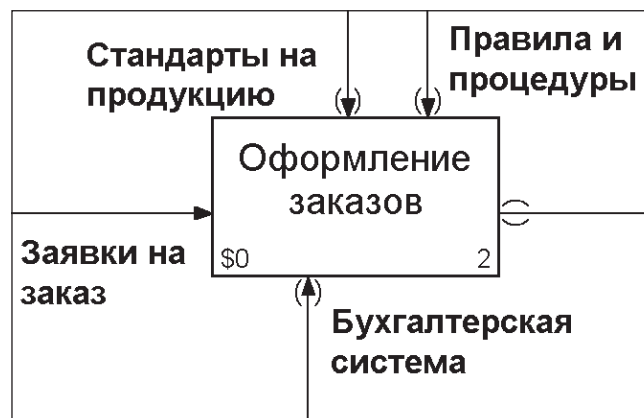

Рис. 15.3. Работа «Оформление заказов» на диаграмме A2
9. На родительской диаграмме A2 туннелируйте (Change to Tunnel) стрелки, входящие и исходящие из работы «Оформление заказов» (рис. 15.3).